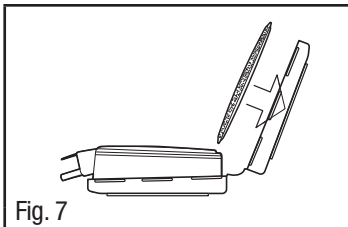
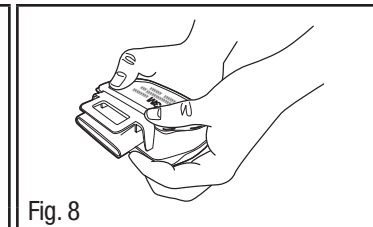

Fig. 7
Fig. 8
3. Oriente un filtro en la otra mitad del retenedor para que la forma del filtro se alinee con la del retenedor y el lado impreso de este último quede hacia abajo (Fig. 7). Envuelva el extremo opuesto del retenedor alrededor del cartucho y ensamble presionando hacia abajo las cuatro esquinas del retenedor del cartucho/filtro (Fig. 8).